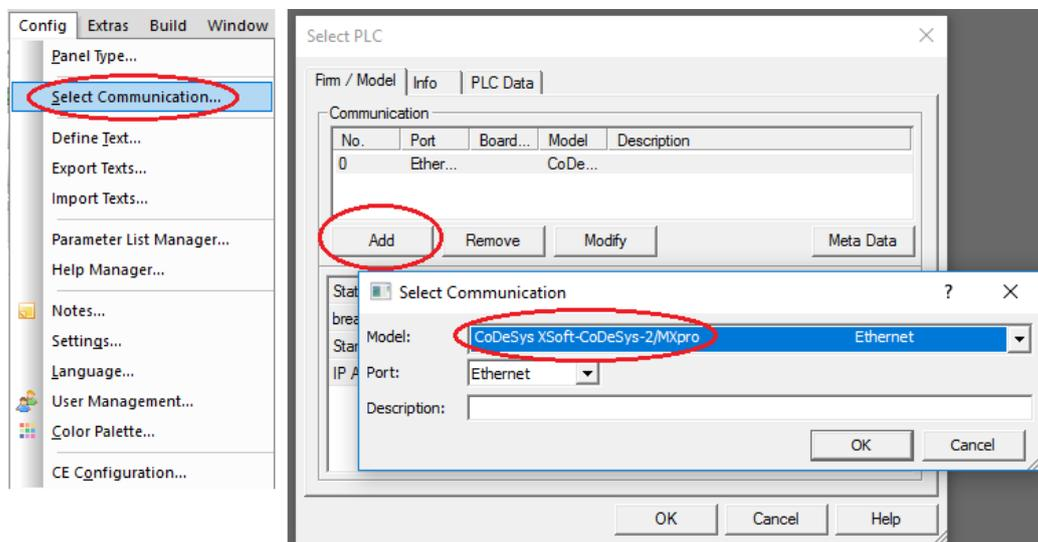

Рис. 49. Выбор коммуникации
3. Выберите коммуникацию Config/Select Communication. В открывшемся окне нажмите кнопку Add, затем выберите Codesys Xsoft-CoDesys-2/MXpro (рис. 49).